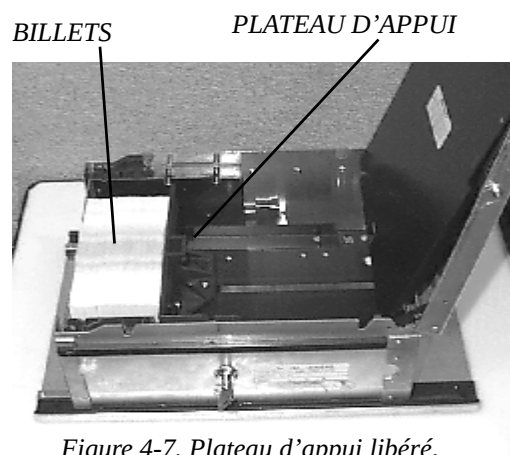

Figure 4-7. Plateau d'appui libéré, billets en place.
7. Placez les billets dans la cassette. Laissez au moins un pouce de jeu entre les billets et le plateau de pression quand il est à sa pleine extension. Ceci permettra au plateau de pression de comprimer les billets comme le montre la figure 4-7. Si vous changez les coupures de billets de la cassette, vous devez changer le paramètre MONTANT DES MULTIPLES du distributeur de billets en conséquence (voir la section 5 - Fonctions de gestion, pour connaître la marche à suivre).